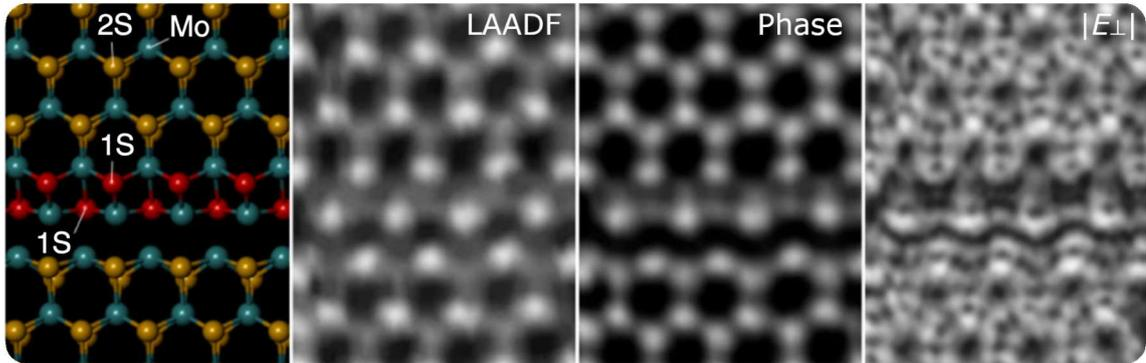

図2: フォーカス・タイコグラフィーの例。左から右へ: 原子モデル、環状暗視野、位相および電場画像。
- フォーカスプローブデータは、弱い位相対象近似に基づくシングルサイドバンド (SSB) アルゴリズム1と、より幅広いサンプルに適用可能なウィグナー分布デコンボリューション (WDD)2を用いたシングルステップ法で再構成することができます。集束プローブ・タイコグラフィーの主な利点は、追加の STEM 信号 (HAADF、電磁場など) を同時に収集できることです。図2に MoS2 サンプルの画像例を示します。